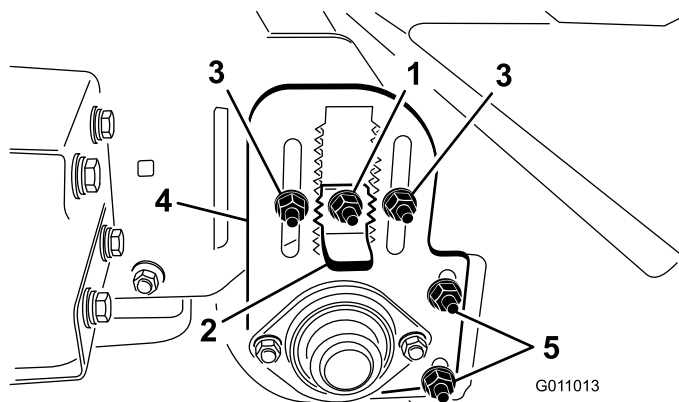

Figure 18
- Desserrez le contre-écrou sur la clavette de réglage (Figure 18) afin de pouvoir la sortir d'environ 13 mm.
4. Desserrez les contre-écrous de réglage de hauteur de rouleau (Figure 18).
5. Sortez la clavette de réglage de hauteur et montez ou abaissez le rouleau arrière en faisant coulisser la plaque de réglage à la hauteur voulue (Figure 18).
Le racloir (Figure 18) doit être ajusté de sorte qu'un espace de 1/16" sépare le racloir et le rouleau. Desserrez les écrous de réglage du racloir et placez le rouleau à la position voulue, puis resserrez les écrous.